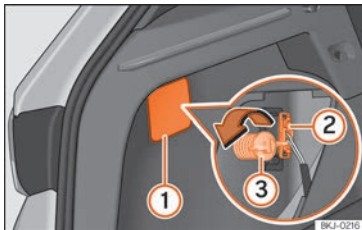
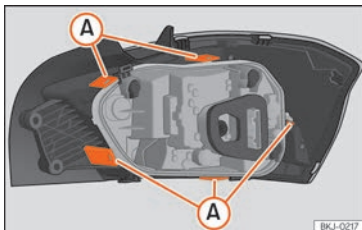

Abb. 54 Gepäckraum: Zugang zur Befestigungsschraube der Heckleuchte.
Abb. 55 Befestigungslaschen Rückseite Heckleuchte.
- Hebeln Sie die Abdeckung an der Aussparung »» **Abb. 54** (1) mit dem flachen Teil des Schraubendrehers ab.
- Ziehen Sie den Stecker von der Lampe (2) ab.
- Schrauben Sie mit der Hand oder mit Hilfe eines Schraubendrehers die Befestigungsschraube der Leuchte (3) heraus.
- Bauen Sie den Lampenträger aus, indem Sie die Befestigungslaschen »» **Abb. 55** (A) entriegeln.